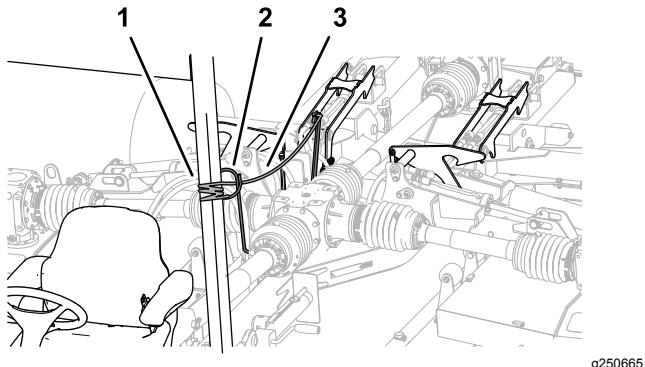

Figura 35
5. Tire y sostenga la cuerda de bloqueo de la carcasa (Figura 35).